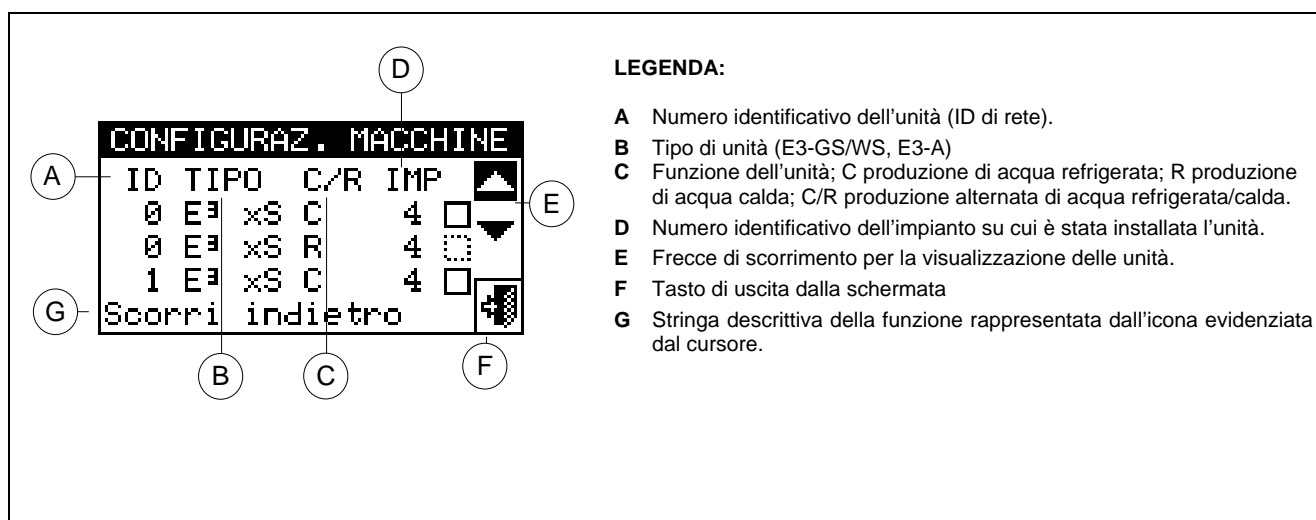

Figura 8 – ESEMPIO DI SCHERMATA PER IL MENÙ CONFIGURAZIONE MACCHINE
La Figura 8 mostra un esempio di schermata del menù configurazione macchine.
Nella schermata della Figura 8, vengono mostrate le unità presenti indicando per ognuna, l'ID macchina, il tipo macchina, la funzione (Riscaldamento e/o Condizionamento) e il numero (ID) di impianto al quale sono assegnate.